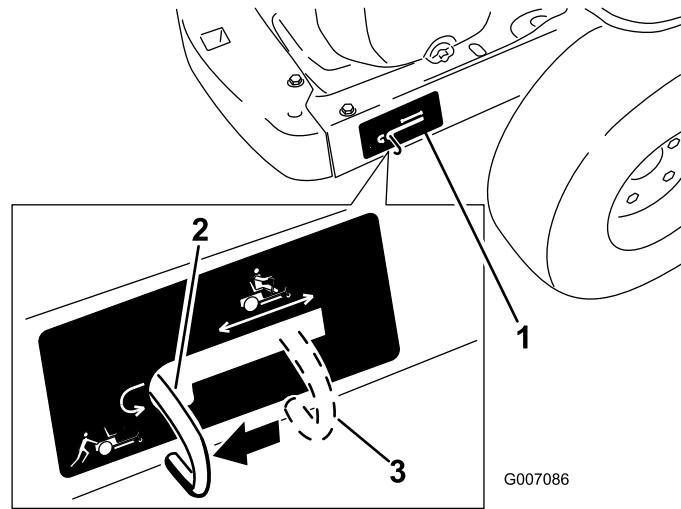

Figura 19
- Spostate le leve by-pass indietro e poi verso il basso per bloccarle in posizione come riportato nella Figura 19 per disinserire i motori della ruota. Ripetete l'operazione su ciascun lato della macchina.
Spostate le leve by-pass verso l'alto e spingetele in avanti, fino a metà della scanalatura orizzontale (Figura 19) per innestare i motori della ruota.